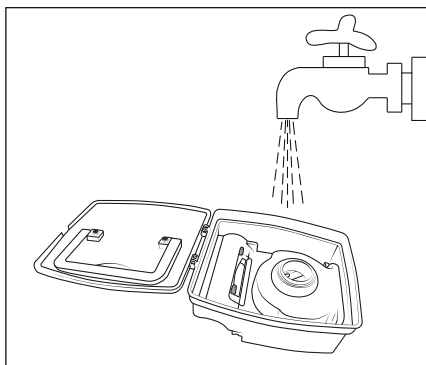

Fig. 10
- 5) Nettoyez le bac à poussière ⑫ à l'eau chaude ou tiède (voir fig. 10). Laissez le bac à poussière ⑫ sécher entièrement à l'air avant de l'insérer à nouveau dans l'appareil.